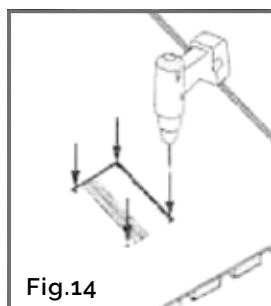

Fig.14
- Faça furos-guia nos cantos da área marcada para a tomada. (Fig. 14)